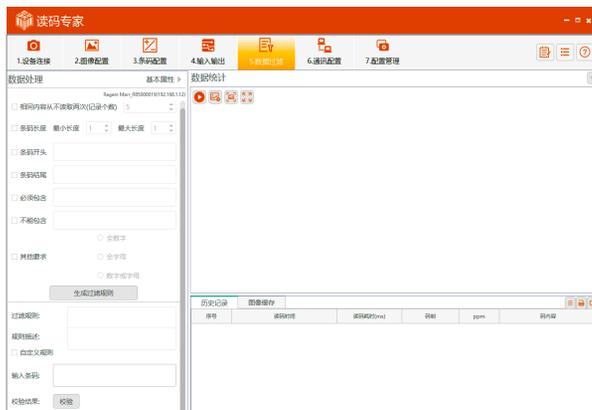

图 4-5-2
2、在顶部菜单栏中的数据过滤中修改数据过滤规则，如图 4-5-2 所示。